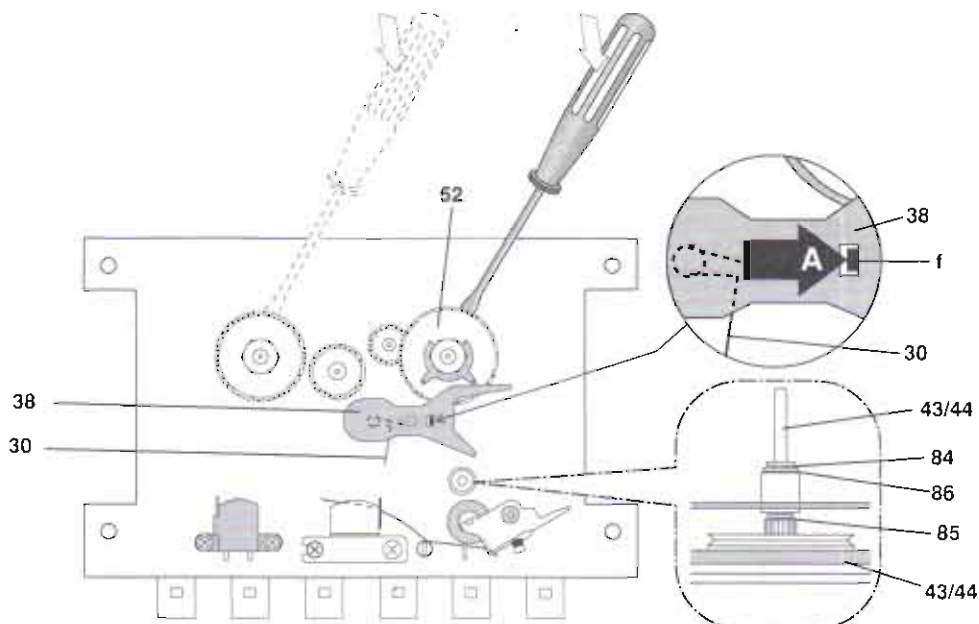

Fig. 6
- Sperrscheibe 84 (Fig. 6) von der Tonwellenachse abziehen.
- Schwungscheibe 43 oder 44 mit der Tonwelle aus dem Schwungscheibenlager herausnehmen, achten Sie dabei auf die beiden Scheiben 85 und 86 (Fig. 6).
- Remove the locking disc 84 (Fig. 6) from the capstan.
- Remove flywheel 43 or 44 complete with capstan from flywheel bearing, take care of the two washers 85 and 86 (Fig. 6).
5. Vorlauf-Wickelteller ausbauen (Fig. 6)
5. Disassembly of Spool Carrier -forward wind- (Fig. 6)